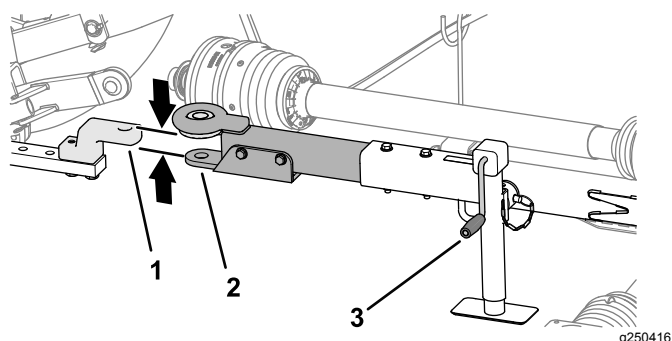

Figure 28
1. À l'aide de la manivelle, élevez ou abaissez le cric de la barre de remorquage et alignez la barre de remorquage sur la barre ou le crochet d'attelage (Figure 28).
3. Alignez la barre ou le crochet d'attelage du véhicule tracteur sur la barre de remorquage de la tondeuse (Figure 28).